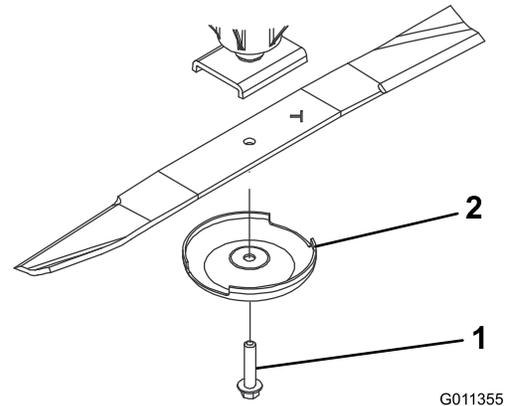

Figure 97
3. Enlevez le boulon, la coupelle de protection et la lame de l'axe de pivot (Figure 97).